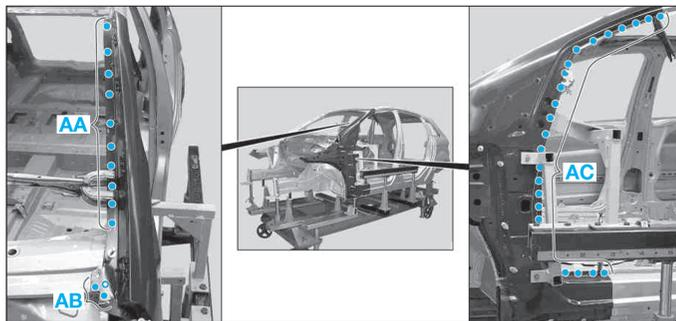
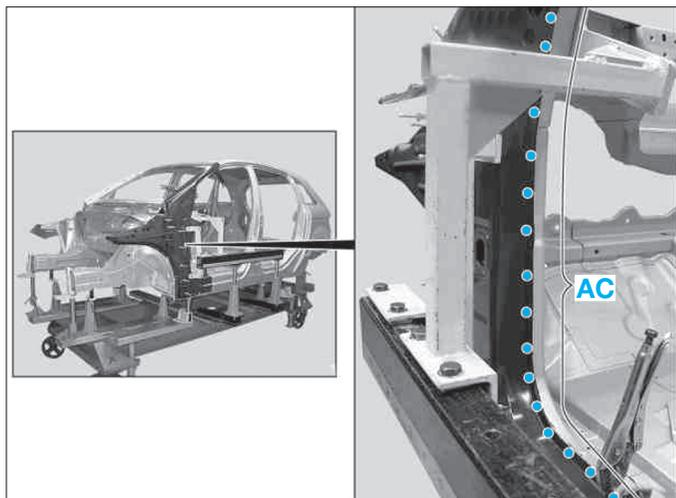

FIG. 54
FIG. 55
- Souder les points dans les zones (AA), (AB) et (AC) (Fig.54).
! Pour garantir la résistance minimum nécessaire des soudures d'assemblage, il faut que les nouveaux points de soudure par résistance soient placés exactement sur la position des points de soudage par résistance de l'usine car cette zone était auparavant soudée (zone AC) (Fig.54) et (Fig.55).
- Souder les points dans la zone (AC) (Fig.55).